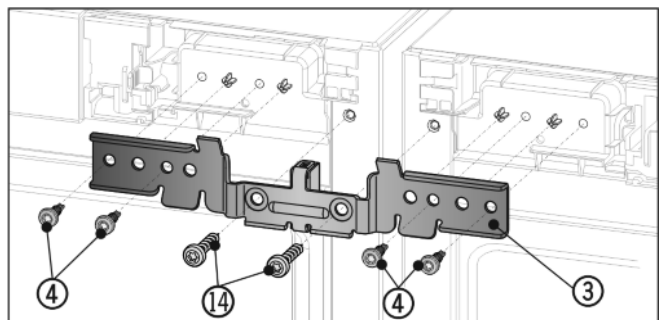

Fig. 7
- ▶ Deslice la escuadra Fig. 7 (3) con la pieza distanciadora entre los aparatos y sobre las espigas. Atornille la escuadra sin apretarla de forma alternativa a derecha e izquierda con los cuatro tornillos Fig. 7 (4) y los tornillos de conexión a tierra Fig. 7 (14) previamente desenroscados.